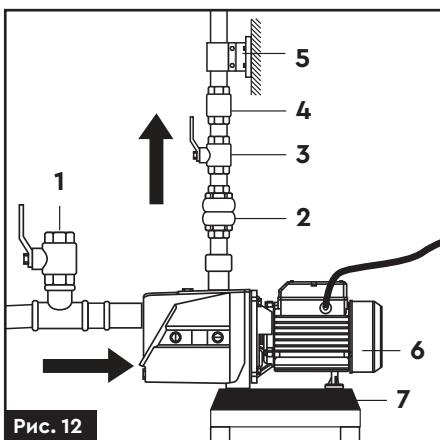

Рис. 12
4. Для полегшення проведення робіт по технічному обслуговуванню насоса, рекомендується на напірному трубопроводі встановити кульбовий кран (3) (рис. 12), а також зворотний
клапан (4) (рис. 12) між краном і напірним патрубком насоса.
5. При стаціонарному використанні насоса, рекомендується закріпити його на опорній поверхні з використанням гумових прокладок (7) (рис. 12) або інших антивібраційних матеріалів.
- Для зниження вібраційного шуму, з'єднання з жорсткими трубопроводами треба здійснювати за допомогою компенсаторів (2) (рис. 12) або гнучких труб.
- Для зниження шуму рекомендується встановити на напірному трубопроводі опору (5) (рис. 12).